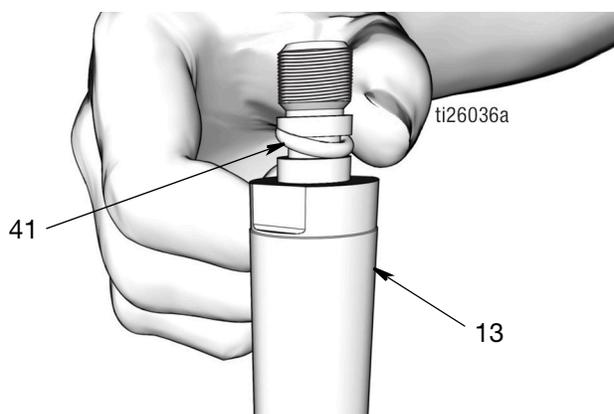

FIG. 46
- Limpié el vástago del pistón (13) y el pistón (6) con un paño limpio para eliminar cualquier resto de suciedad o contaminantes. Inspeccione las superficies en busca de arañazos o daños. Reemplace las piezas dañadas.
- Aplique una capa fina de grasa en la junta tórica (41). Coloque la junta tórica sobre las ranuras del vástago del pistón (13) (FIG. 46).